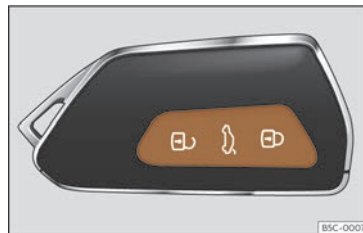

Fig. 80 Clau per control remot: tecles
- Bloquejar: premeu el botó  >>> **fig. 80**.